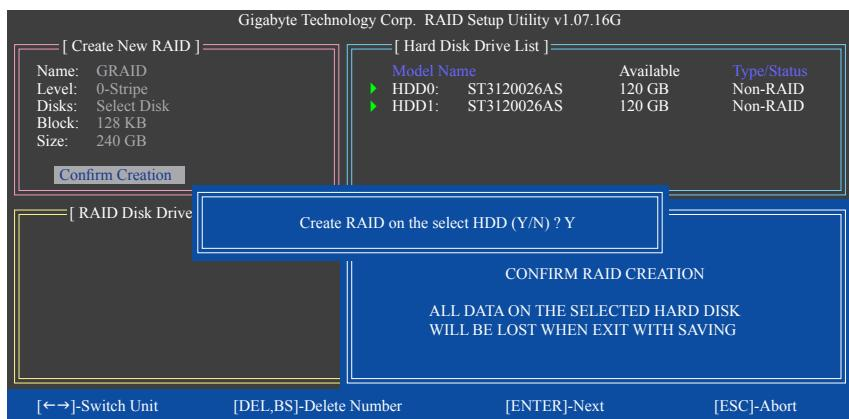

図 7
6. 作成を確認: 上の項目をすべて構成すると、選択バーは Confirm Creation 項目に自動的にジャンプします。<Enter> を押します。選択を確認するように求めるメッセージが表示されたら(図 7)、<Y> を押して確認するか <N> を押して中断します。